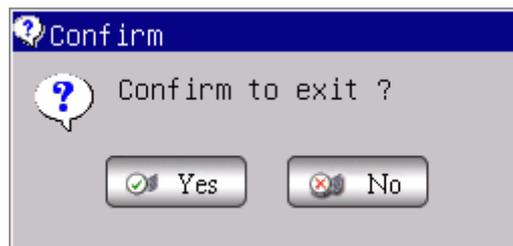

Рисунок 3-7
- 1) Нажмите на экране главного меню "Exit", появится информация (см. Рисунок 3-7)